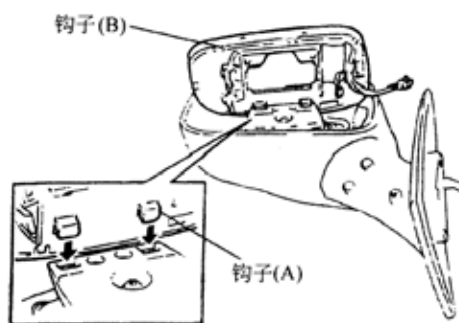

图 9-246
(2)连接钩子(A)，把后视镜装进行视镜体，如图 9-246 所示。